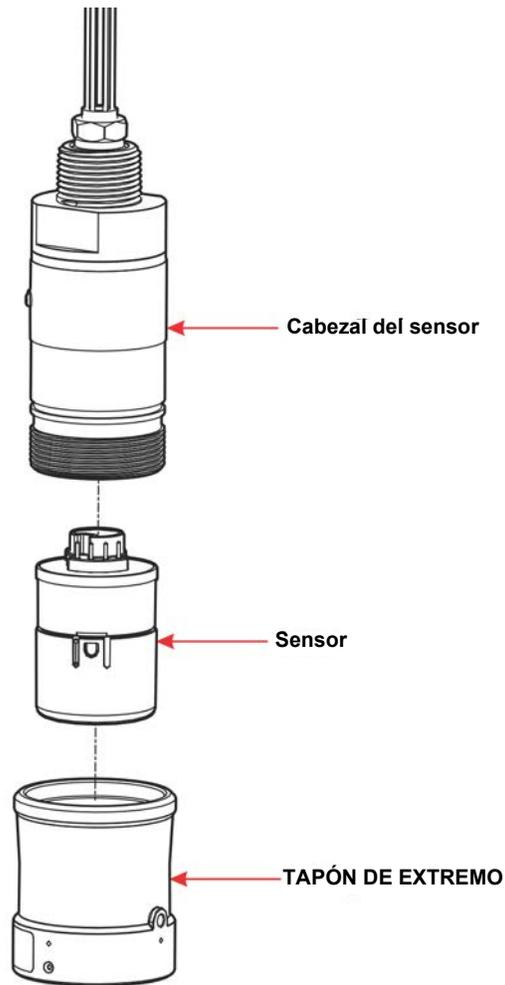

Figura 4-24: Conjunto del cuerpo del detector Meridian
5. Introduzca el sensor 1 en el cabezal del sensor, gírelo hasta que encaje en su lugar y confírmelo mediante la pantalla LCD. Se alinea automáticamente en el cabezal del sensor, (consulte la Figura 4-24: Conjunto del cuerpo del detector Meridian).
NOTA: Para quitar el sensor, quite la tapa del extremo Meridian y simplemente tire del sensor en forma recta hacia abajo, (consulte la Figura 4-24: Conjunto del cuerpo del detector Meridian).